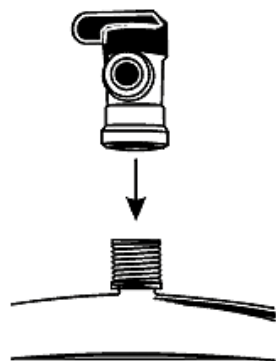

Рис. 13
2. Подсоедините шаровой кран бака к вершине накопительного бака (см. **рис. 13**). Во избежание повреждения крана не прилагайте больших усилий при его установке. Используйте гаечный или разводной ключ.
Устанавливать его необходимо на вертикальной части трубы до первого изгиба сифона (**рис. 13**). Участок трубы, в который выходит дренажная трубка, не должен быть заполнен водой.